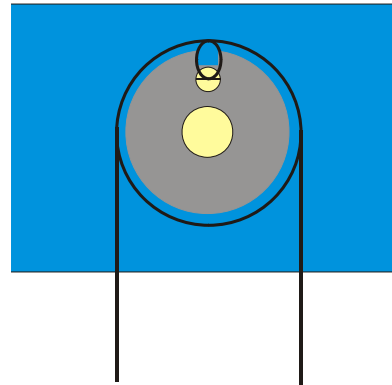

Fig. 8 Schematische Darstellung der Führung des Fadens um die Rolle am Wegaufnehmer (U11371)
- Schraube an der Rolle des Wegaufnehmers lösen. Faden ein Mal um die Rolle legen, aus der Aussparung herausführen und eine Schlaufe um die Schraube legen. Mit der Schraube den Faden fixieren (siehe Fig. 8).